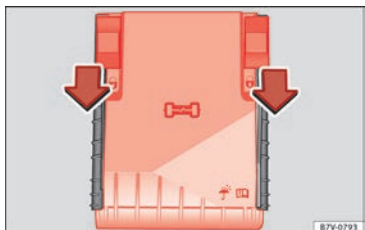

Abb. 60 Im Motorraum: Abdeckung des Sicherungskastens.
- Verriegelungstasten in Pfeilrichtung nach vorn schieben, um die Abdeckung des Sicherungskastens zu entriegeln » Abb. 60.